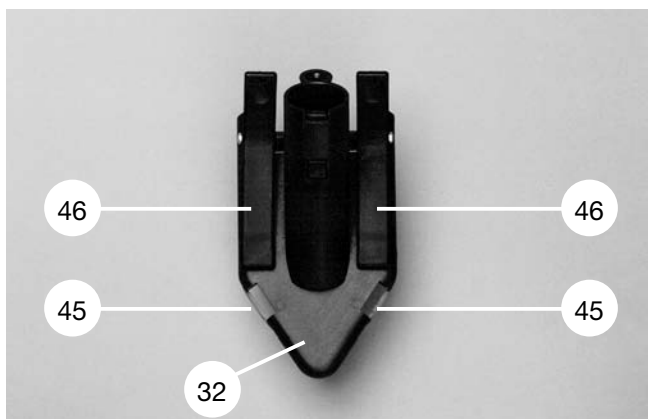
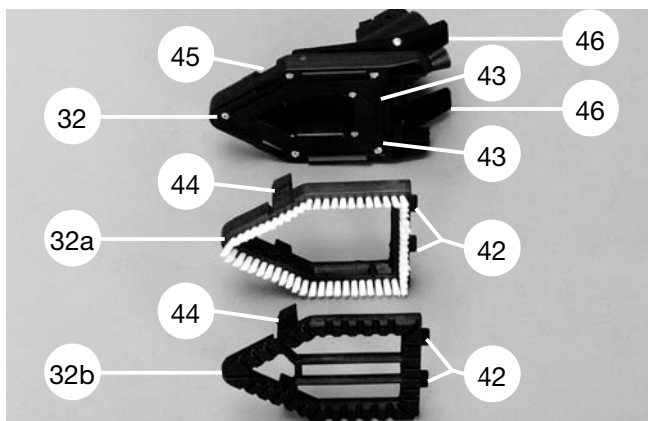

Bild 4
Bild 5
- 4.3 Die Multidüse 32 (Bild 4) ist sowohl für die Dampfdruckreinigung wie auch zum Saugen geeignet. Für die Reinigung harter Flächen wie zum Saugen von trockenem Schmutz muss der Multibürsteneinsatz 32a (Bild 5) montiert werden. Für die Reinigung von Teppichen, Polstern etc. eignet sich der Multigleit-einsatz 32b (Bild 5).
- 4.4 Zum Montieren der Einsätze 32a und 32b die Haken 42 in die Öffnungen 43 der Multidüse 32 einhaken und den Einsatz in die Multidüse drücken, bis die Arretierungen 44 in Öffnungen 45 einrasten (Bild 5).
- 4.5 Zum Demontieren der Einsätze 32a u. 32b auf die Arretierungen 44 drücken, bis diese herausrasten, Einsatz nach unten herausnehmen (Bild 5).
- 4.6 Für spezielle Zwecke kann zusätzlich ein Reinigungstuch über die Einsätze 32a u. 32b gespannt und mit den Klammern 46 fixiert werden (Bild 4).